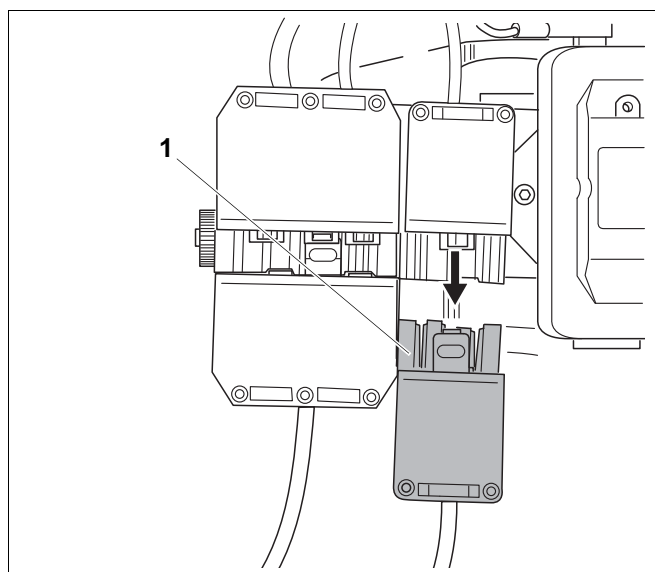

Рис. 14 Установка нагрузки; вынуть или вставить штекер
- Выньте четырехполюсный штекер (рис. 14, поз. 1).
- Вставьте четырехполюсный штекер (рис. 14, поз. 1).